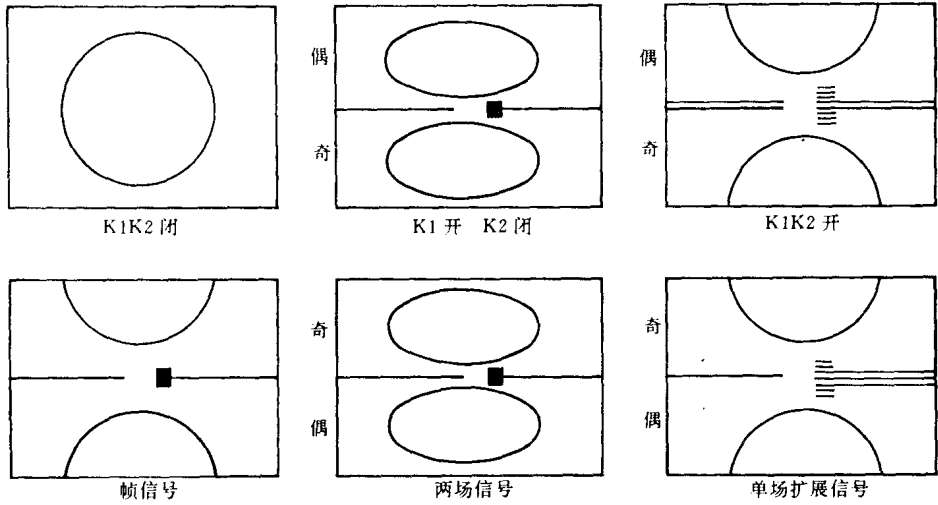

图2 帧、两场、单场信号图象
(3)为了使一帧图象中相嵌的两场信号实现分离,应将场振荡频率降低为 $1/2$ 标准场频。原电路场频调整范围不够,可在⑬R408 外侧串入电阻 R_1 同时并联一个开关 K_1 ,调整 R_1 使场频下降。当出现 $1/2$ 场频同步时,图象被分离成上下两场,图象有闪烁感,最明显的标志是场同步信号左粗右细或左细右粗(场同步信号为 2.5 行)。当开关 K_1 闭合时,场频复原,这样既不影响正常收看,又能快速转换。 R_1 实际取值约为 $13\ \text{k}\Omega$ 左右。由于场频改变后负载阻抗降低会使场幅变大和线性不良,可在场中压输出电容上并联一电解电容(如无卷边也可不用)。若场幅太大应在⑫R410 处串接一个约 $70\ \text{k}\Omega$ 左右的电阻 R_2 ,同时也并联一开关 K_2 。 K_2 断开时, $1/2$ 场频的幅度会收缩成荧光屏高度,此时可清楚地看见上下两场被压缩的图象重叠在一起,如图 2。若 K_2 闭合则只看见一场信号图象,由于图象被上下扩展,可清楚地看见同步信号被滞留在中间,并能分辨出是奇数场或是偶数场信号。调场频可以换成另一场信号,所以 K_2 为 $1/2$ 场频幅度扩展开关。若 K_1 闭合而 K_2 断开则为一帧正常图象被压缩。为调整方便可在电视机适当位置安上一电位器代替场频微调并装好两个开关即可。以下称普通图象为帧信号, $1/2$ 场频满幅信号为两场信号,展幅后称单场信号。